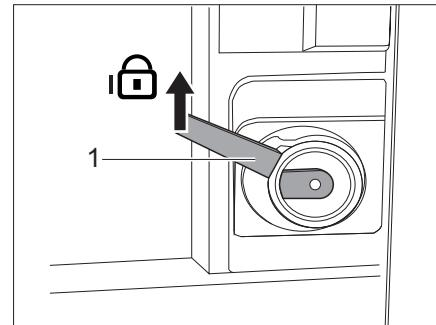

Fig. 23 Serratura della porta di ingresso, lato interno, bloccata livello 1
- Tirare la maniglia della porta (Fig. 23,1) verso l'alto.